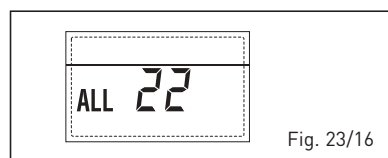

Fig. 23/16
– **ANOMALÍA AVERÍA SONDA IMPULSIÓN SEGUNDA ZONA MEZCLADA “ALL 23” (fig. 23/17)**